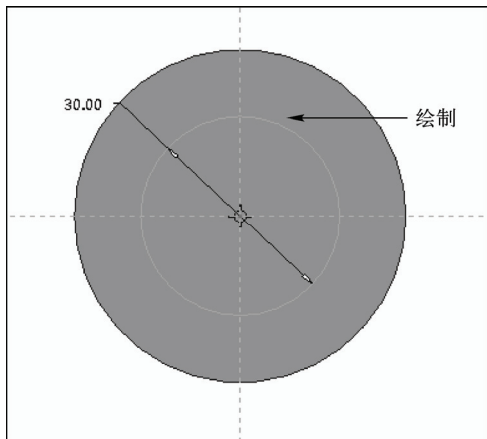

图 13-52 绘制草绘截面
STEP 04 在绘图区中选择合适的平面作为草绘平面，进入草绘环境，单击“草绘”选项卡中的相应按钮，绘制草绘截面，如图 13-52 所示。